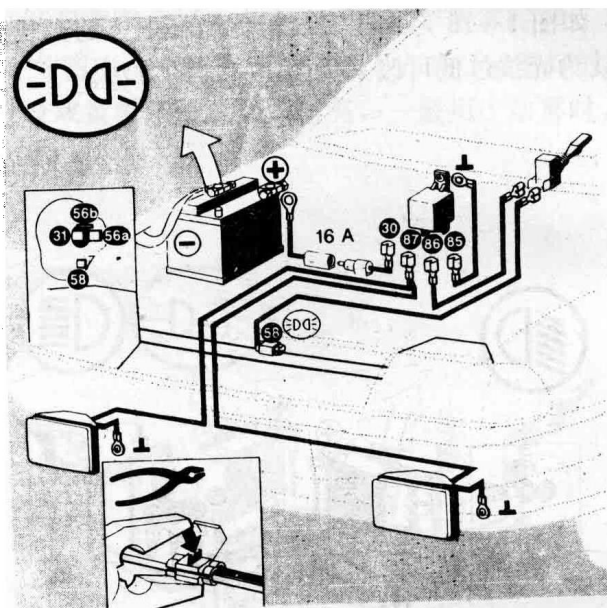

图 1-12
11. 如图 1-12 的接线法为开下方头灯或雾灯时，只有双黄灯会亮，此种情形只用于头灯的接法比较适合。